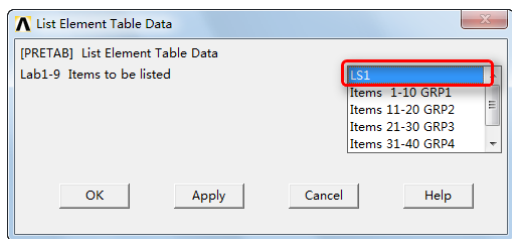
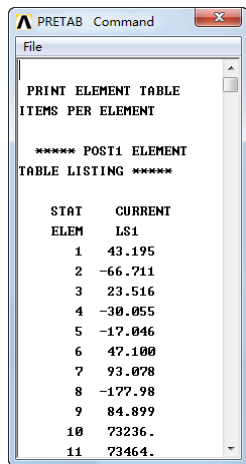

图 15-46 “List Element Table Data”对话框
图 15-47 列表显示单元表格（该处为梁轴向应力）
⑮列表显示单元表格（该处是显示梁的轴向应力）：Main Menu > General Postproc > Element Table > List Elem Table，弹出“List Element Table Data”对话框，如图 15-46 所示，单击选择“LS1”，单击“OK”按钮，弹出如图 15-47 所示的列表框，框中列出了所选择的梁单元的轴向应力。